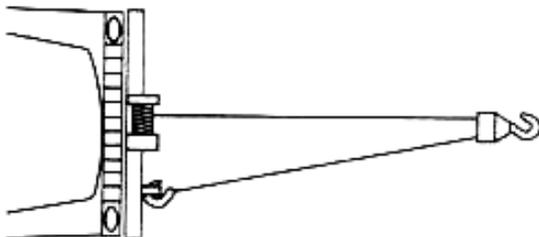

Fig.2
2. Mai sovraccaricare. Assicurarsi che tutti i dispositivi usati rispettino i criteri di trazione massima del verricello. (vedi tabella sottostante). Raccomandiamo di usare l'opzionale di blocco puleggia per doppiare la fune metallica. (vedi fig.2) Doppiare con il blocco puleggia per ridurre il carico sul verricello, sulla fune metallica e sulla batteria. Doppiando i blocchi puleggia dovrebbero essere stimati a